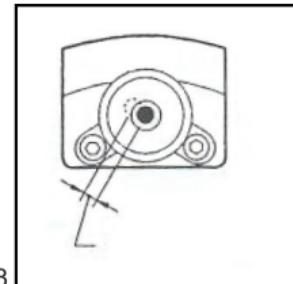

Рис.8
- 4) Устранитте оставшуюся половину смещения вращением юстировочных винтов уровня с помощью шестигранного ключа. (Рис.8)